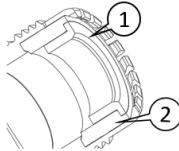

Fig. 9: Välja rätt tätning
- 1 Välj rätt tätningstillbehör. Den rekommenderade ytterdiametern på kabeln för tätningen (fig. 9 / pos. 1) är 20–24 mm.
Den rekommenderade ytterdiametern på kabeln för tätningen (fig. 9 / pos. 2) är 24,5–30 mm.